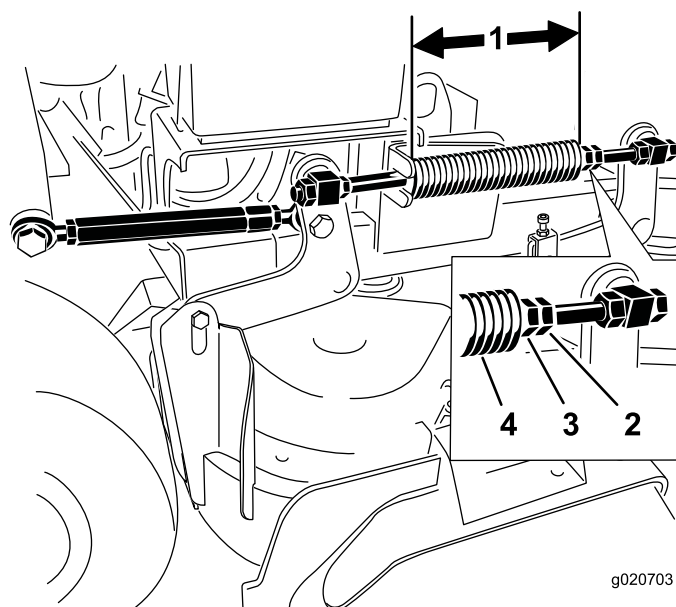

Figura 88
Nota: La lunghezza nominale è di 28,2 cm per piatti di taglio da 91 cm, e di 25,7 cm per piatti di taglio da 102 cm (Figura 88).
3. Regolate questa distanza allentando il controdamo per molla e girando il dado davanti ad ogni molla (Figura 88).
4. Bloccate il dado serrando il controdamo della molla (Figura 88).